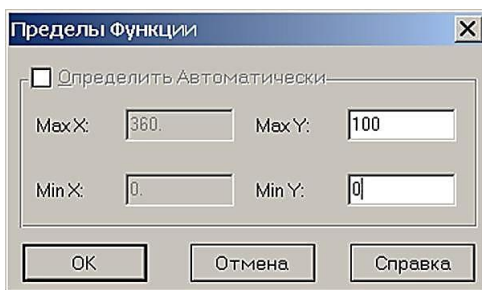

Рис. 45
**Задание диапазона изменения функции.** Для задания диапазона функциональной зависимости по Y следует нажать кнопку «Пределы функции». Откроется диалоговое окно «Пределы функции» (рис. 45), в котором нужно будет задать диапазон изменения функции, следовательно, и диапазон перемещения толкателя. Единицы измерения по различным осям приводятся на панели статуса диалогового окна «Редактор функций».